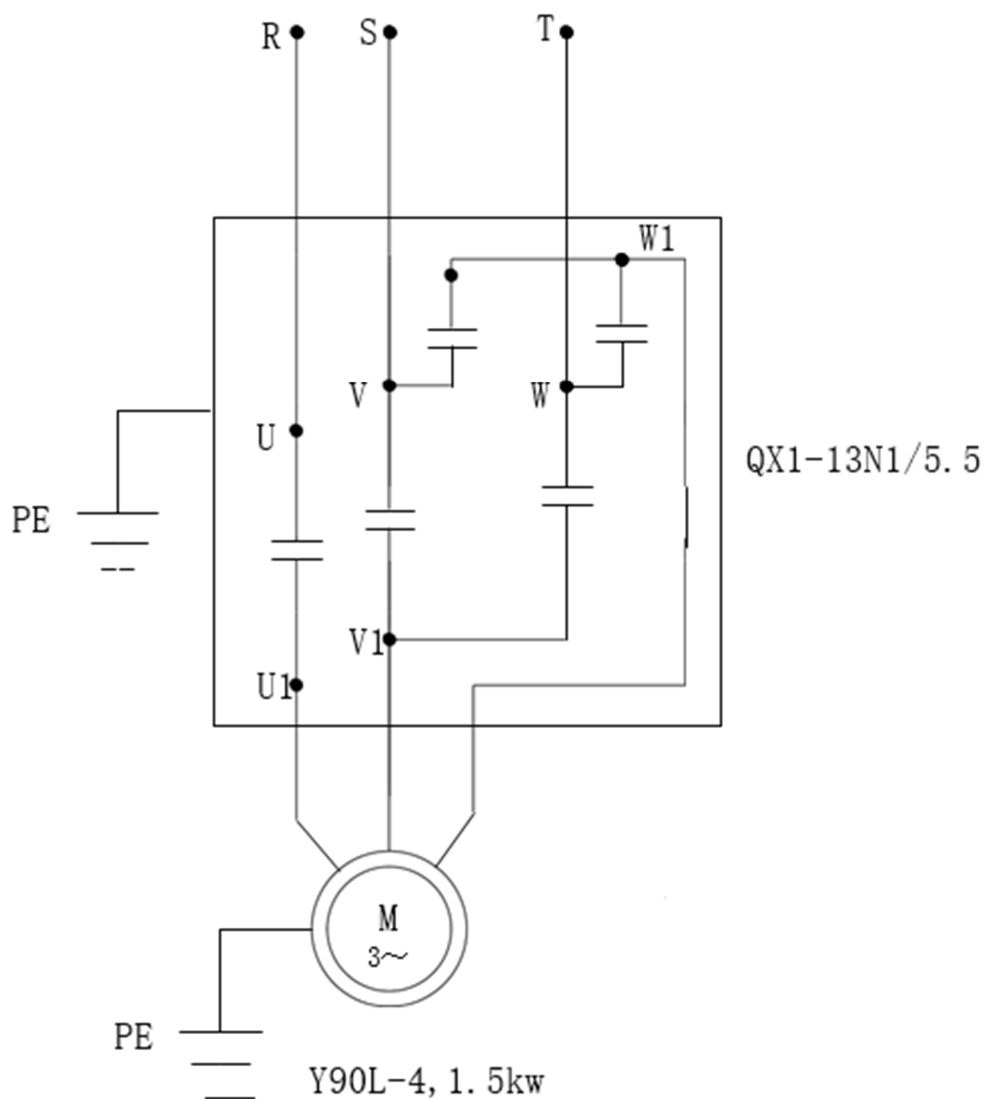

Рисунок 10
- Электрическая схема (трехфазная версия) рисунок 10;